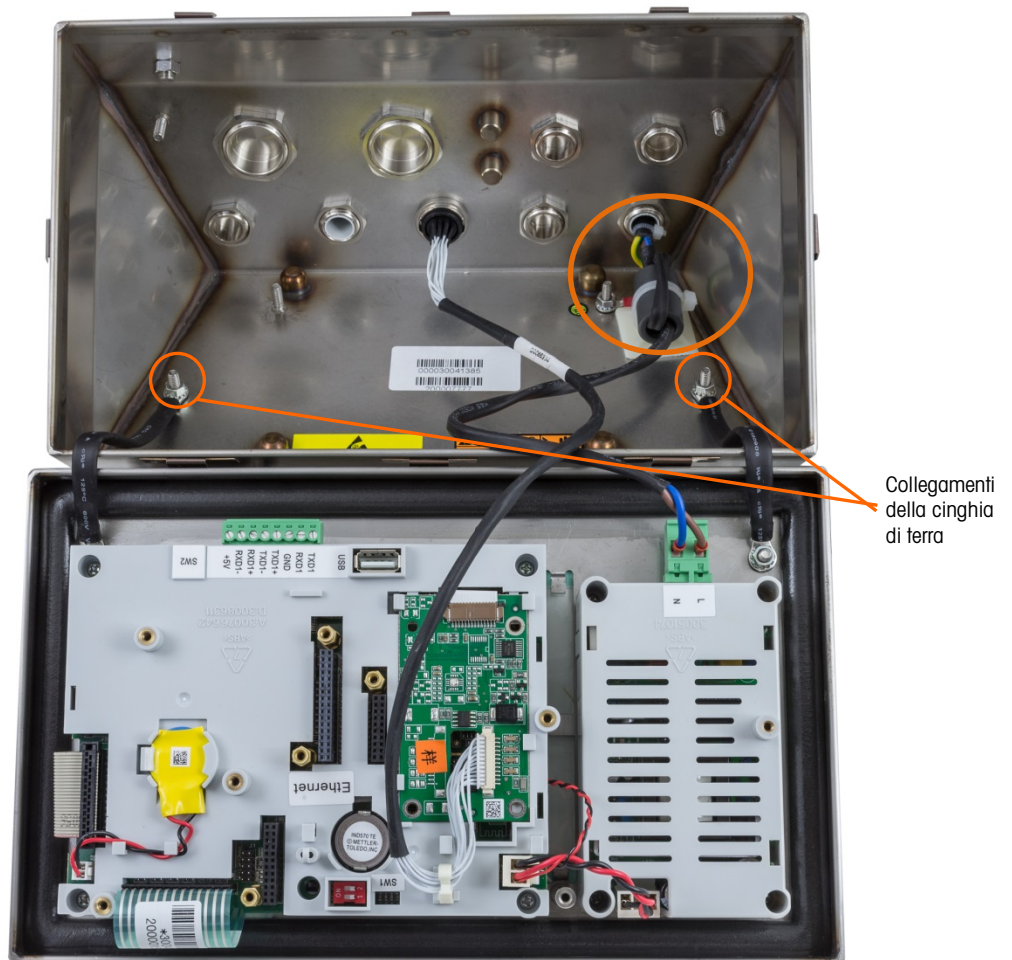

Figura 2-14: Allentamento delle cinghie di terra
- F. Allentare e rimuovere i due dadi che fissano le due cinghie di messa a terra (che funzionano anche da cardini per il coperchio anteriore) sull'alloggiamento anteriore. Vedere Figura 2-14.